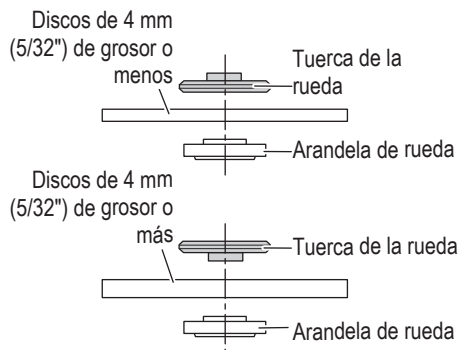

Fig. 21
- (1) Dé la vuelta a la amoladora de forma que el eje quede encarado hacia arriba.
- (2) Alinee la muesca ovalada de la arandela de la rueda (E) con la musca del eje, y después fíjelas.
- (3) Fije la parte saliente del disco de corte abrasivo/de diamante en la arandela del disco (E).
- (4) Atornille la rueda en el eje. La dirección de montaje de la tuerca del disco varía según el grosor del disco. (Fig. 21)